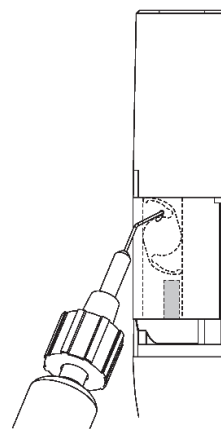

Figure 4
7. Insérer complètement la canule viscoélastique dans le port d'insertion supérieur (**Figure 4**). Injecter entre 0,1 à 0,2 ml de solution viscoélastique appropriée jusqu'à observer un léger reflux dans le compartiment de la cartouche.